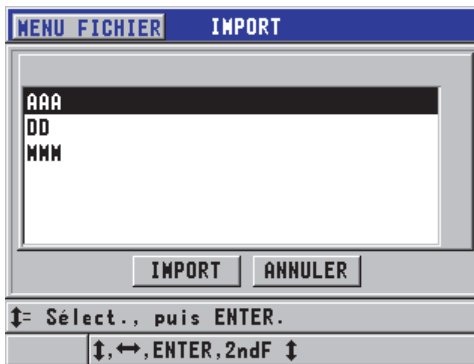

Figure 11-3 Exemple d'écran IMPORT
5. Dans l'écran **IMPORT**, faites ce qui suit (voir la Figure 11-3 à la page 213) :